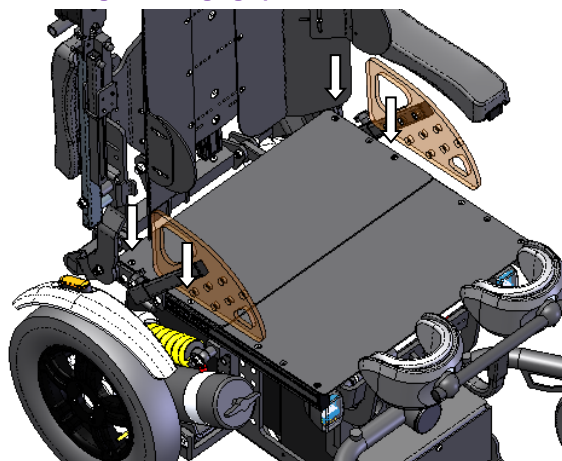

Figure 10 : réglage profondeur tôles d'assise
- Desserrez les quatre vis de la plaque d'assise arrière (voir figure 10)